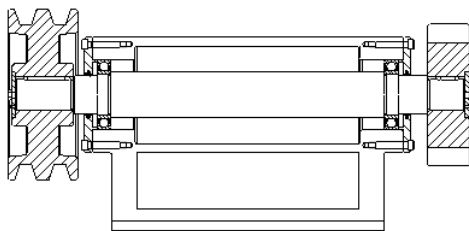

图 3.9.18 修剪“使用边（一）”
③ 在功能选项卡区域的  选项卡中单击  按钮, 按住 **Ctrl** 键, 选取图 3.9.17 所示的边线 1 和边线 2, 即在边线 1 和边线 2 之间创建拐角; 同样的方法在边线 2 和边线 3 之间创建拐角, 封闭区域(一), 结果如图 3.9.18 所示。